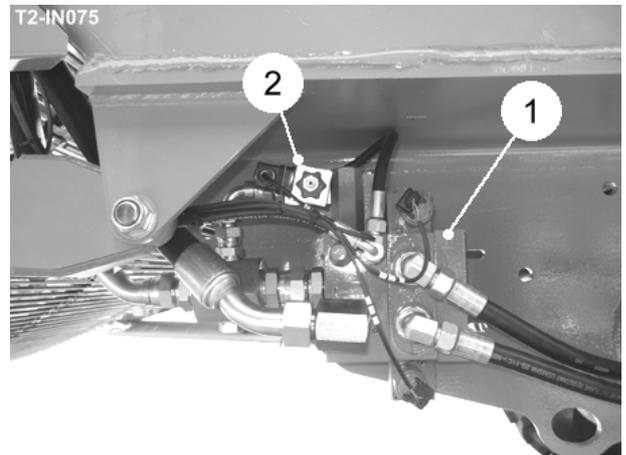

Fig 22
La unidad de eje puede ser puesta a  delantero, a la posición neutra o a  contrario del basculador transacción triangular amarillo sobre el esclavo cuadro o de la terminal del servicio. Cuando humo inmediato delantero o contrario seleccionó, la válvula de control direccional (item 1, fig 22) requiere la circulación de aceite de la bomba para proveer la circulación necesaria required aparear la cosechador rueda la velocidad a la velocidad de tractor. Cuando la circulación combina, el compensador de compresión dentro de la bomba mantiene una compresión continua en el sistema hidráulico que es puesto sobre la válvula de control de compresión externa (item 2, fig 22) de la terminal del servicio. Esta válvula permite que una presión operativa baja de ser puesta que es regulable dé la asistencia para cosechar a la unidad normal requerida. Delantero por el que la velocidad puede ser apareado al tractor usando la velocidad se adapta sobre la terminal del servicio. Cuando el  de botón de alta presión es presionado, el sistema la presión operativa es incrementada a la configuración del compensador principal dentro de la bomba.